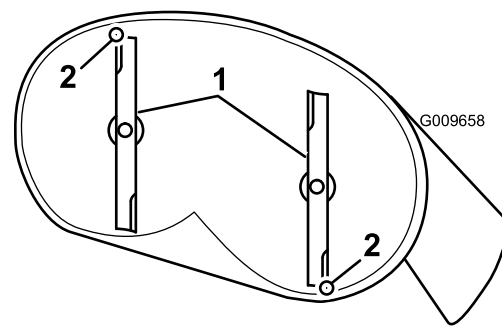

Figura 53
5. Mida entre la punta de la cuchilla delantera y la superficie plana y entre la punta de la cuchilla trasera y la superficie plana (Figura 53). Si la punta de la cuchilla delantera no está entre 1.6 y 7.9 mm más baja que la punta de la cuchilla trasera, ajuste la contratuerca delantera.
4. Gire cuidadosamente las cuchillas colocándolas en el sentido de avance de la máquina (Figura 53).
8. Compruebe la inclinación longitudinal de nuevo después del ajuste. Siga ajustando la tuerca hasta que la punta de la cuchilla más avanzada esté entre 1.6 y 7.9 mm (1/16 y 5/16 pulgada) más baja que la punta de la cuchilla más atrasada (Figura 53).